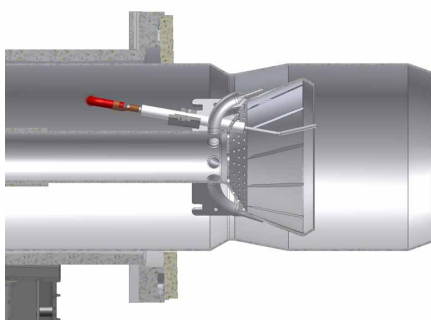
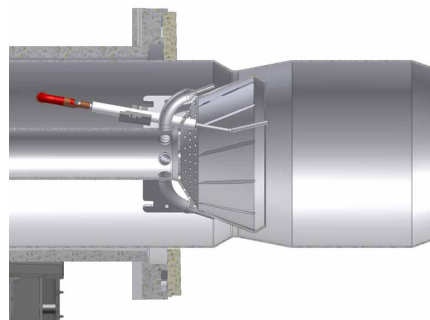

Fig. 35 - Posición "toda hacia adelante"
Fig. 36 - Posición "toda hacia atrás"
El quemador se regula en la fábrica con la cabeza de en posición de máxima potencia "MAX". La calibración de máxima potencia corresponde a la posición "toda hacia adelante" (Fig. 35) de la cabeza de combustión para los quemadores de tipo estándar y, en posición "toda hacia atrás" (Fig. 36) para los quemadores de baja emisión de NOx (Fig. 36). La posición "toda hacia adelante" de la cabeza se considera hacia el interior de la caldera, y la posición "toda hacia atrás" se considera hacia el operador. Para quitar la cabeza de combustión consultar el capítulo "Desmontaje y limpieza de la cabeza de combustión" a pagina 44. En lo que se refiere al funcionamiento con potencia reducida, desplazar progresivamente la cabeza de combustión hacia la posición "MIN" y girando el tornillo **VRT** (Fig. 60) en sentido horario. El índice **ID** indica el desplazamiento de la cabeza de combustión.
- 2 poner en marcha el quemador poniendo en ON el interruptor principal **A** del quemador (Fig. 36): en caso de bloqueo (indicado dal LED **B** del cuadro de control) presionar el botón RESET (**C**) puesto en el quadro del quemador (ver Fig. 36).
- 2 poner en marcha el quemador poniendo en ON el interruptor principal **A** del quemador (Fig. 36): en caso de bloqueo (indicado dal LED **B** del cuadro de control) presionar el botón RESET (**C**) puesto en el cuadro del quemador (ver Fig. 36).